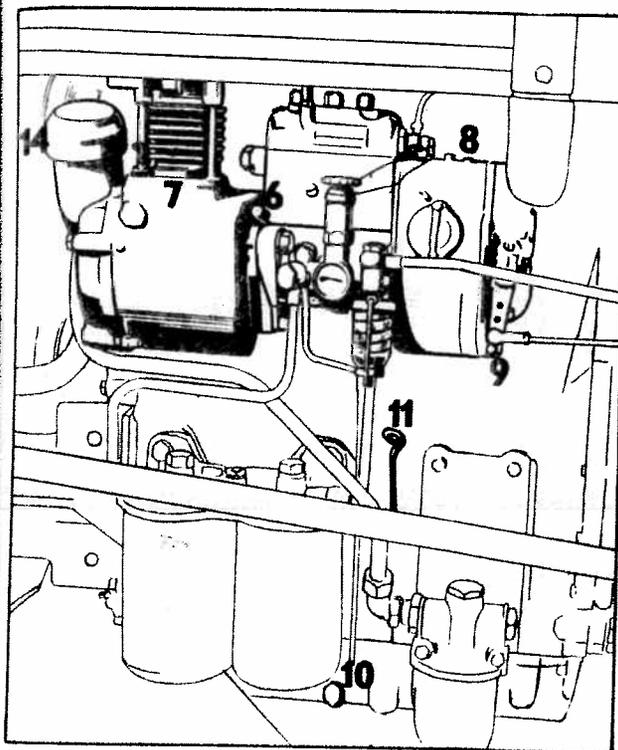
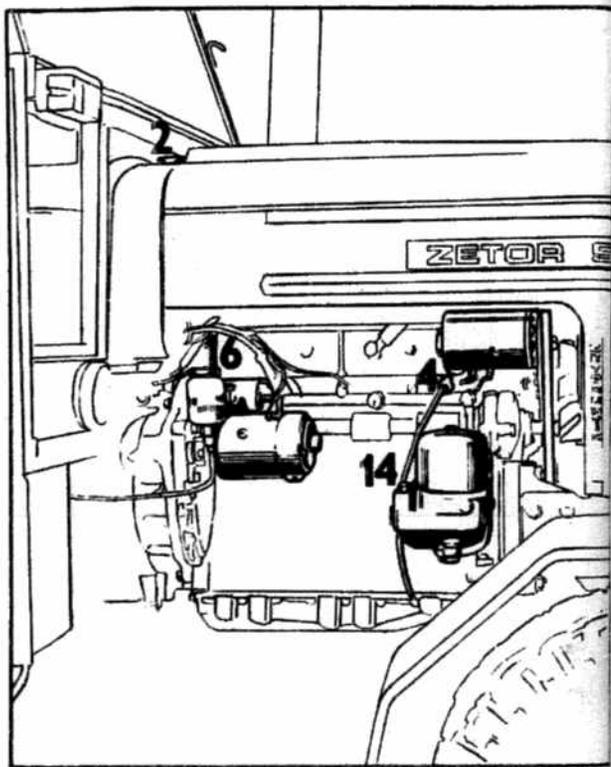

Fig. 7
Fig. 8
6. Levier de commande du compresseur (fig. 7/6).
Engagement du compresseur s'opère au ralenti en tirant simultanément un peu le fil frein et en déplaçant la manette (fig. 7/6) vers le radiateur.
7. Fil frein (fig. 7/7).
2. Trou de remplissage du combustible (fig. 8/2).
4. Robinet de vidange de l'eau du bloc moteur (fig. 8/4).
7. Trou de remplissage de l'huile dans le corps de la pompe à injection et du régulateur (fig. 7/8).
8. Trou de remplissage de l'huile dans le moteur (fig. 7/14) — pour les tracteurs Z 4712, Z 4718 (fig. 8/14 — pour Z 5711—5748 et Z 6711— Z 6748).
9. Trou de vidange de l'huile hors du corps de la pompe à injection et du régulateur (fig. 7/9).
10. Trou de vidange de l'huile du moteur (fig. 7/10).
11. Jauge de l'huile dans le moteur (fig. 7/11).
- 16. Trou de remplissage du liquide de frein (fig. 8/16).